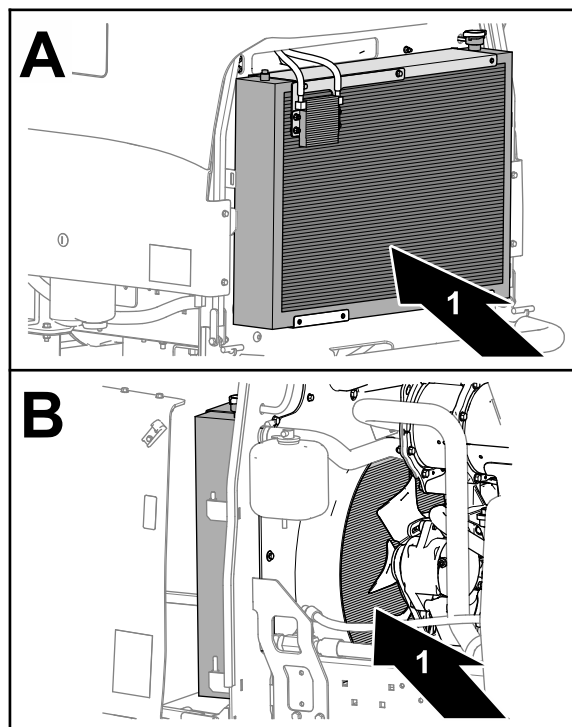

Figura 71
7. Pulite accuratamente entrambi i lati del radiatore e del refrigeratore dell'olio utilizzando aria compressa (Figura 71).